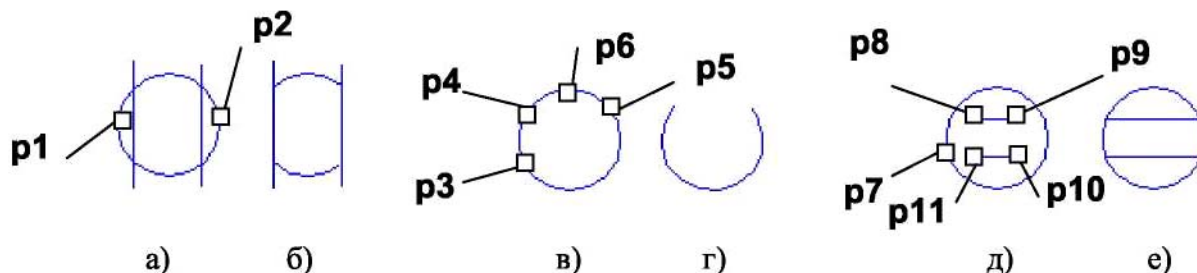

Рис. 4.10. - Примеры удаления фрагментов объектов
3. Указать точки **p1** и **p2**, находящиеся на оси отражения (рис. 4.10 б).
- **Удалять указанный участок.** Если же требуется удалить участки, внешние по отношению к указанному, нужно использовать переключатель - **Оставить указанный участок.** На рис. 4.10 а, б после указания точек **p1** и **p2** удаляются соответствующие дуги окружностей.
- **Усечь кривую двумя точками.** Команда удаляет часть объекта, ограниченную двумя произвольно заданными точками. Команда удобна в тех случаях, когда редактируемый объект имеет много пересечений с другими объектами. В команде необходимо указать редактируемый объект (точку **p3**), а затем задать на нем две точки (**p4** и **p5**), определяющие нужный участок. Он будет удален или оставлен в соответствии с установками переключателей. На рис. 4.10 в отражен порядок указания точек **p3**, **p4**, **p5** и **p6** на окружности для получения изображения, представленного на рис. 4.10 г.
- **Выровнять по границе.** Команда осуществляет продление объектов до границы выравнивания или усечения по ней. Необходимо вначале указать объект - границу, а затем постепенно по одному объекту из тех, которые надо выровнять. Выравнивание объекта осуществляется со стороны указания его. Чтобы перейти к выравниванию по другой границе, используйте кнопку - **Указать заново** на панели **Специального управления**. На рис. 4.10 д показана последовательность указания точек **p7**, **p8**, **p9**, **p10** и **p11** на окружностях и отрезках для получения изображения, представленного на рис. 4.10 е.